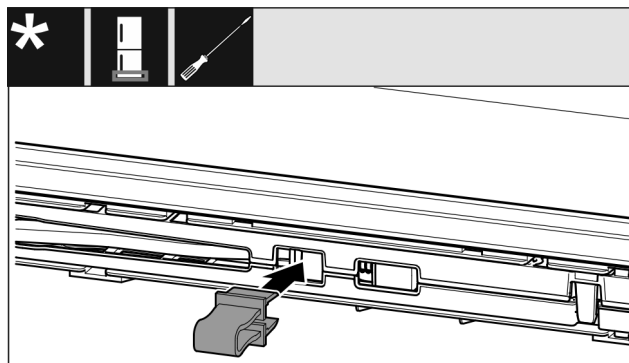

Fig. 14
- ▶ Pattintsa be a biztosítékot a nyílásba. (lásd Fig. 14)